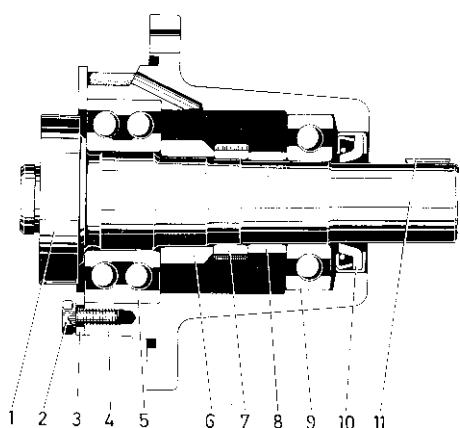

Fig. 119. Drivning för insprutningspump
1. Demontera kilen (11, fig. 119).
2. Demontera fästskruvarna (2) samt brickan (3).
3. Pressa ur axel med lager, distanshylsor och varvräknardrev ur huset. Följer ej lagret (9) med utförs demonteringen i två moment. Demontera lagren och varvräknardrevet från axeln.
4. Ta ut axeltätningen (10) ur huset.